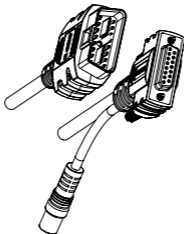

Figure 2.1.4
9. Câble de diagnostic avec connecteur DB15 femelle et port OBD-II à 16 broches. (Voir la figure 2.1.4)